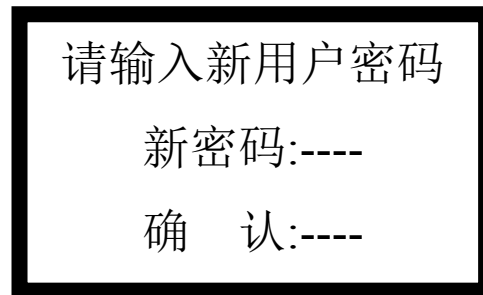

图 4-29
- 选择“1.用户密码”，输入用户密码，进入如图 4-29 所示的更改用户密码界面。在“新密码:”后面输入 4 位新密码，在“确 认:”后面再输入一次新密码；如果两次输入的密码一致，按【菜单/确认】键提示“设置成功”，保存新密码并退出；如果两次输入的密码不同，按【菜单/确认】键提示“设置失败”，不保存新密码并退出；按【返回】键直接退出。